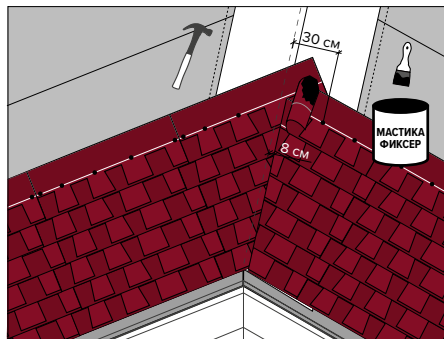

Рис. 19
Сначала монтаж рядовой черепицы выполняют на малоуклонном скате с нахлестом на более крутой скат на величину не менее 30 см (рис. 19). Каждая черепица дополнительно фиксируется с помощью кровельных гвоздей в верхней части (2). Не следует прибивать спе-